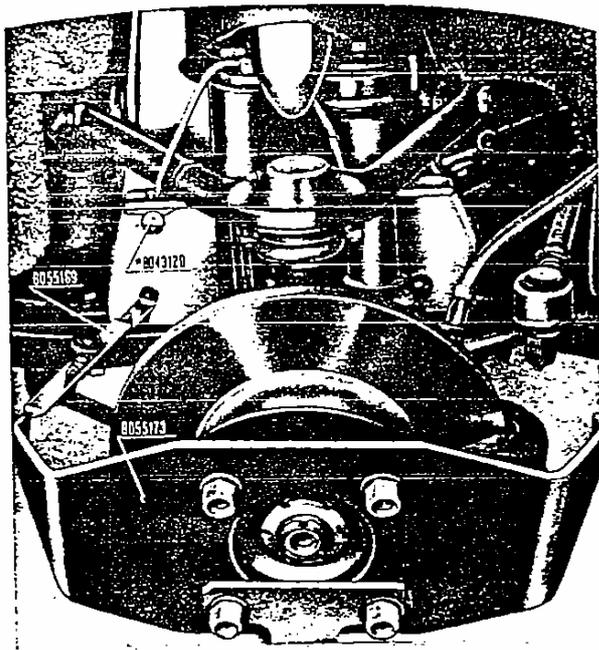

Fig. 23. - Mise en place du calibre 88055169 pour contrôle de la demi-ouverture.
- Placer le calibre 88055163 entre le siège sur le support de la suspension et l'extrémité avant du calibre 88055173 (voir fig. 23). La demi-ouverture doit être égale pour les deux roues lorsque les branches du volant de direction sont en position horizontale (roues dans le sens de marche en ligne droite) ⁽²⁾.